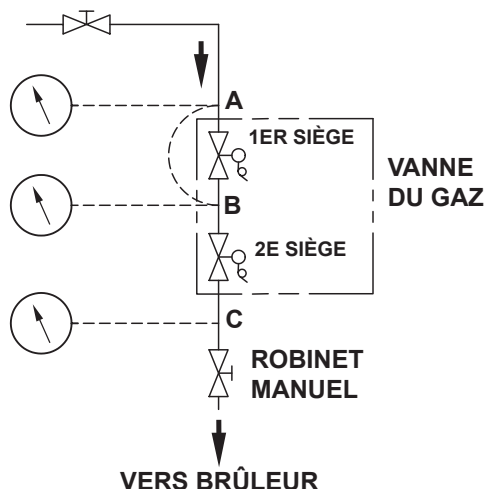

Figure 69. Essai d'étanchéité
Le point de test C est un point de purge située en aval de la vanne de gaz et en amont du robinet d'arrêt manuel. Voir **Figure 69**.
- Fermez le robinet d'arrêt manuel située en aval de la vanne de gaz. Voir **Figure 69**. Mettez la chaudière sous tension.